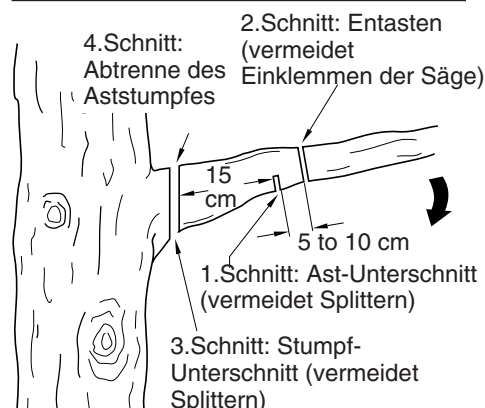

Abb.11 - Absägen eines Asts
1. Den ersten Schnitt 15 cm vom Stamm entfernt auf der Unterseite des Astes vornehmen. Mit der Oberseite des Schwertes schneiden. 1/3 des Astdurchmessers durchsägen (siehe Abb.11).